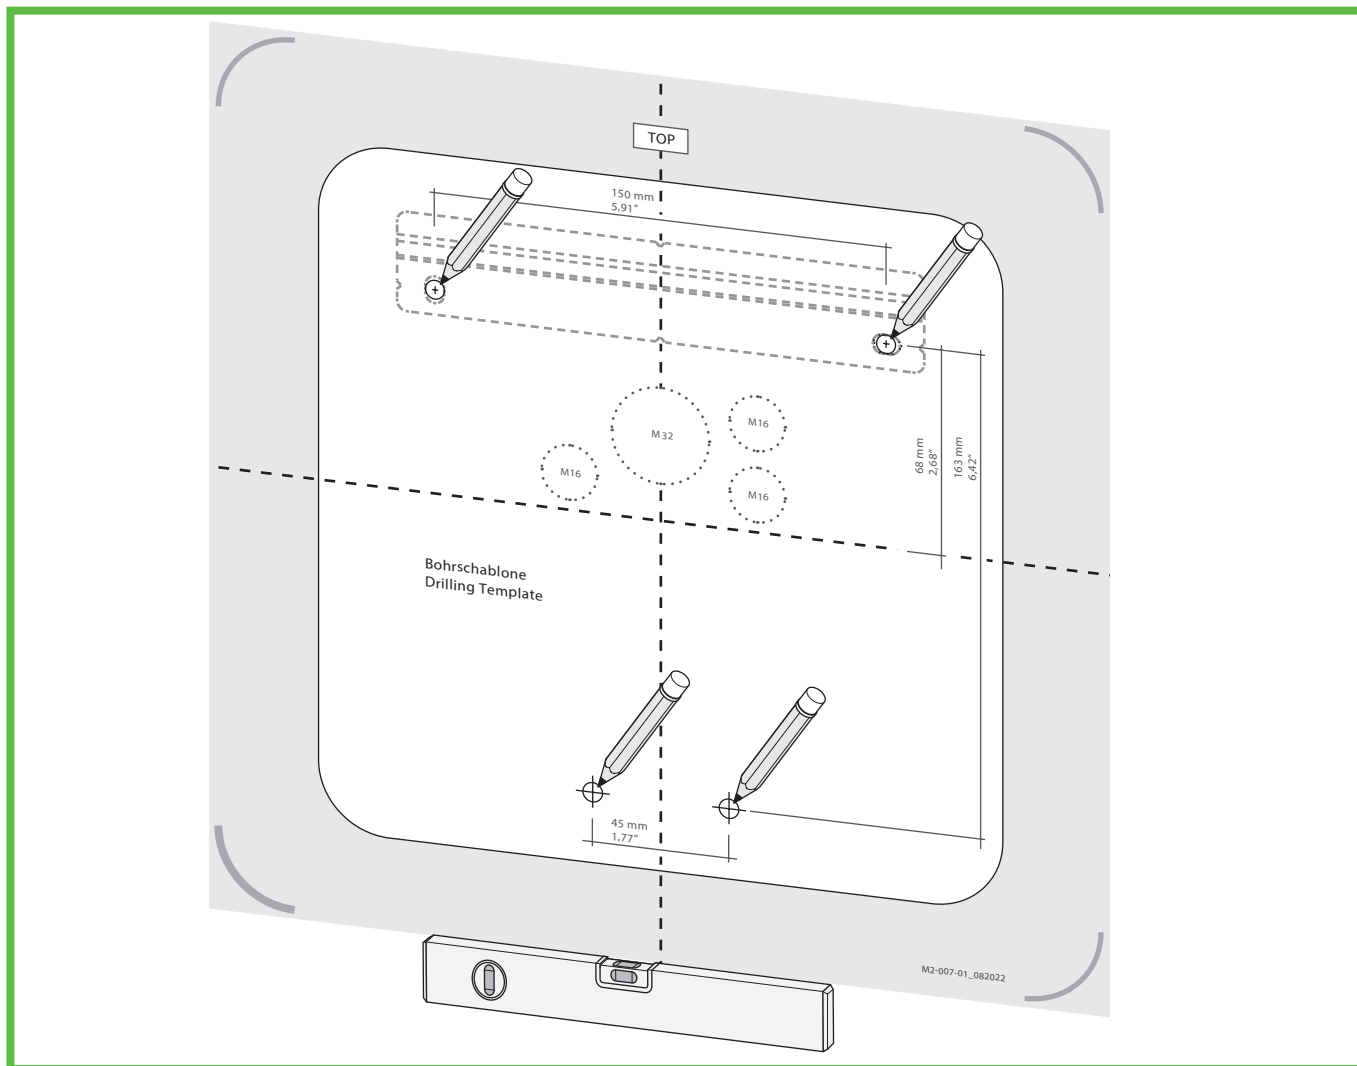

Abb. 7: Kiinnityskohtien merkitseminen
- ▶ Merkitse kiinnityskohtat asennuskiskoon ja latausasemaan (Abb. 7).
- ▶ **Jos johdon sisääntulo toteutetaan takapinnan läpi:** Merkitse vastaavat läpiviennit latausasemaan (Abb. 7).